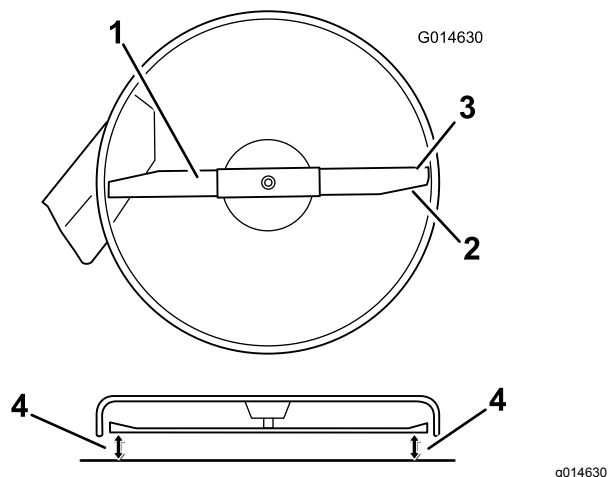
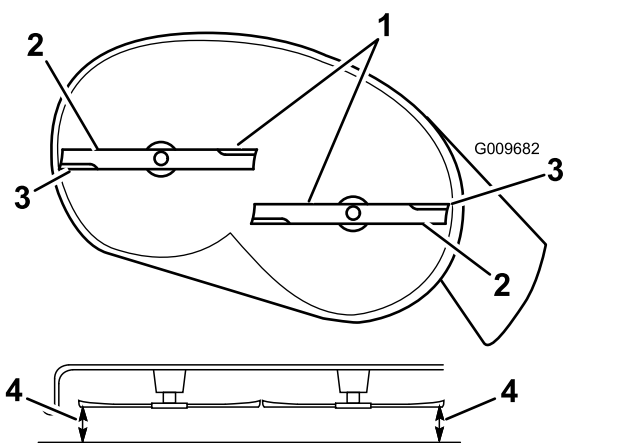

Figura 65
Figura 66
- Girate con cautela la(e) lama(e) in modo che sia(no) disposta(e) lateralmente (Figura 65 e Figura 66).
- Misurate la distanza tra i taglienti esterni e la superficie piatta (Figura 65 e Figura 66).